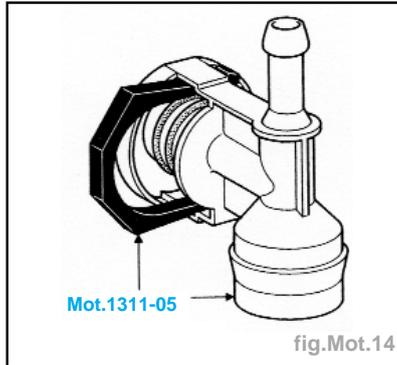

fig.Mot.14
- Brancher le té de dérivation **Mot.1311-05** sur la rampe, puis rebrancher la canalisation d'arrivée en carburant (fig Mot.14).